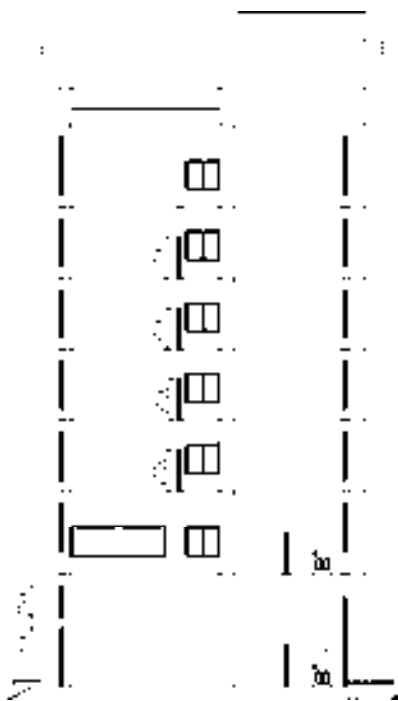

图 15-178 绘制剖面窗
10) 绘制剖面窗。调用“剖面门窗”命令，绘制高度为 1500mm 的剖面窗；调用“复制”命令，移动复制高度为 2100mm 的剖面窗至新增的剖面墙上，结果如图 15-178 所示。